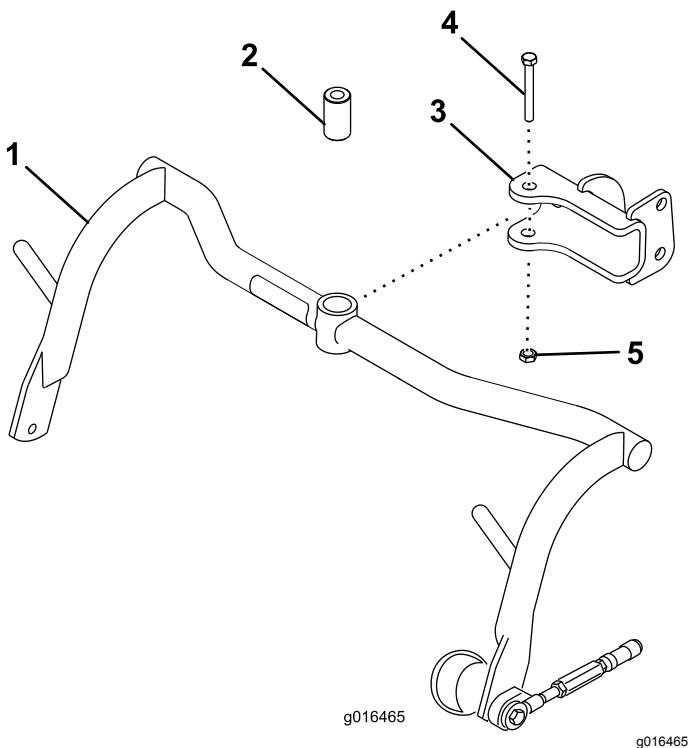

図8
- 各クレビスにキャリアフレームを取りつけるスペーサ、ボルト $\frac{1}{2}$ x 3 $\frac{1}{4}$ インチ、ロックナット $\frac{1}{2}$ インチを使用する図8。91113N·m9.311.3kg·m = 6783ft-lbにトルク締めする。